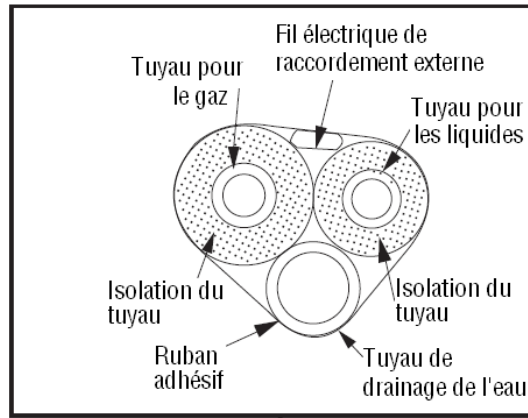

Fig. 14
4. Isoler les tuyaux du réfrigérant (Fig.14) et insérez-les dans le trou du mur.